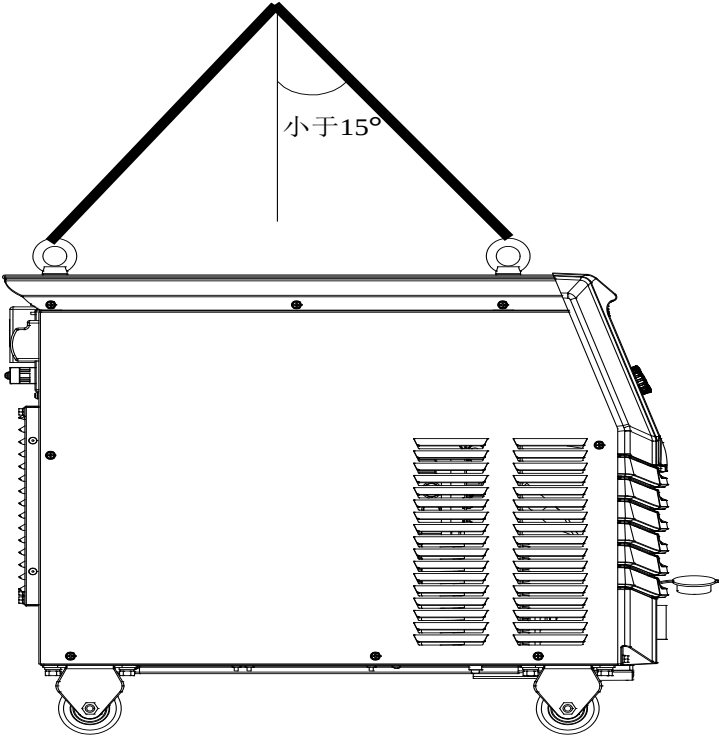

图2-1 搬运示意图
- 对焊机进行吊装时，请使用吊环装吊，并且要用 2 根吊带，吊带与垂直方向的夹角必须小于 15 度。如图 2-1 所示。